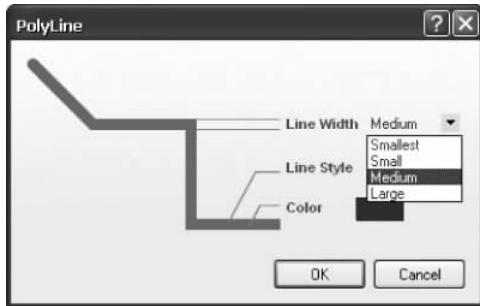
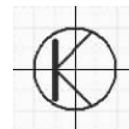

图 3-12 直线属性对话框
图 3-13 绘制直线
(2) 选取直线绘制按钮  ,在圆中绘制一条直线。双击直线,打开如图 3-12 所示的直线属性对话框,将线宽改为 Medium(中等宽度),再绘制两条 45°的直线,如图 3-13 所示。